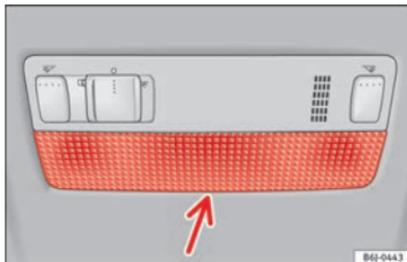

Abb. 204 Leseleuchte vorne.
- Das flache Ende eines dünnen Schraubendrehers zwischen Gehäuse und Glas einführen » Abb. 204.